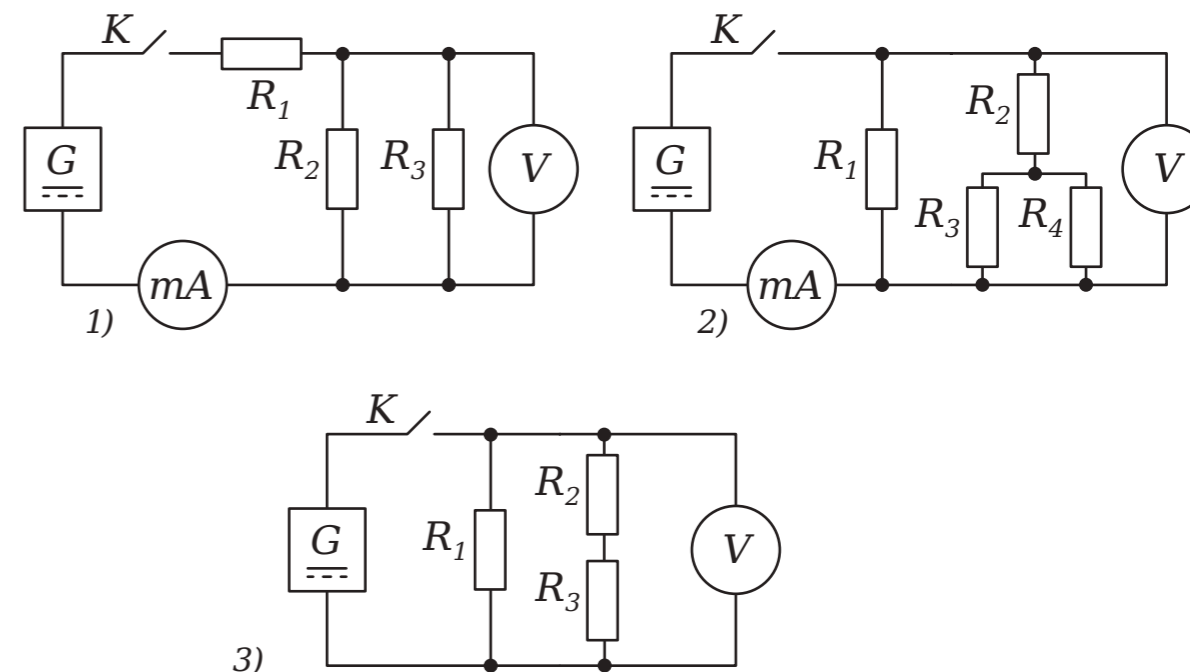

Рисунок 1.
Существует три основных типа соединения проводников в электрической цепи - последовательное, параллельное и смешанное (рисунок 1).
Смешанное соединение проводников, как следует из названия, является совокупностью комбинаций последовательного и параллельного соединений, причем в состав этих соединений могут входить как отдельные резисторы, так и более сложные составные участки. Расчет смешанного соединения опирается на принцип разделения схемы на более простые участки, соединенные последовательно или параллельно. Так, например, на первой схеме (рисунок 1) параллельно соединенные резисторы  $R_2$  и  $R_3$  можно заменить одним резистором, сопротивление которого
находится по правилам параллельного соединения. Получим эквивалентную схему с двумя резисторами, включенными последовательно друг с другом. Их можно заменить одним резистором, сопротивление которого равно общему сопротивлению цепи. Аналогично поступают с резисторами  $R_3$  и  $R_4$  на второй схеме (рисунок 1).
3. Выполните сборку одной из представленных выше схем (рисунок 1), после чего установите напряжение на источнике тока в пределах 4 В. Включите оборудование для сбора данных.